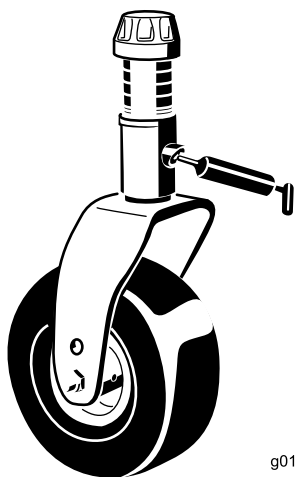

Figura 62
- Casquilhos do eixo da forquilha da roda giratória (2) (Figura 62)